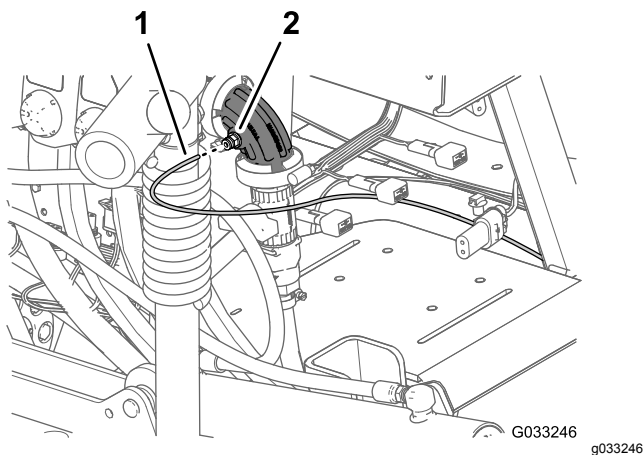
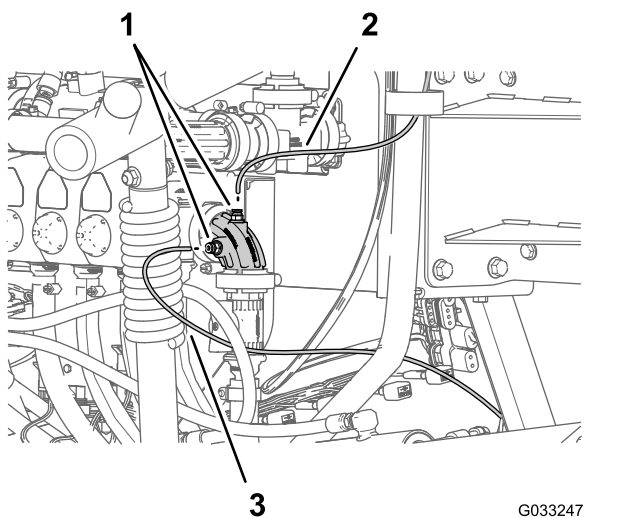

図 140
図 141
1. ダッシュボードの水圧計用の水圧検知チューブ樹脂チューブの口を、チューブカップラのロックカラーに合わせる図 140と図 141。
2. 検知チューブをロックカラーに挿入して一番奥まで押し込む 図 140 と 図 141。